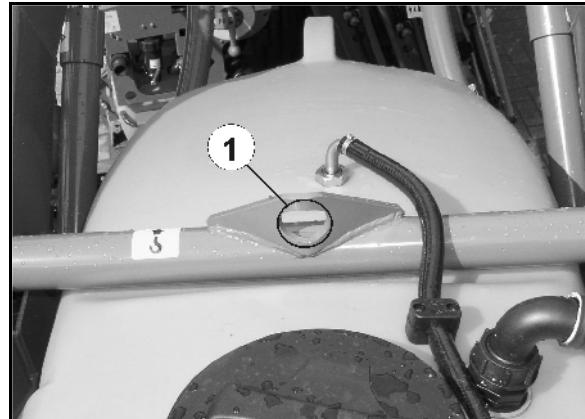

Fig. 5
Maskinen er utstyrt med tre festepunkter (Fig. 5/1, Fig. 6/1, Fig. 7/1).
- 3000 kg bak (Fig. 5)